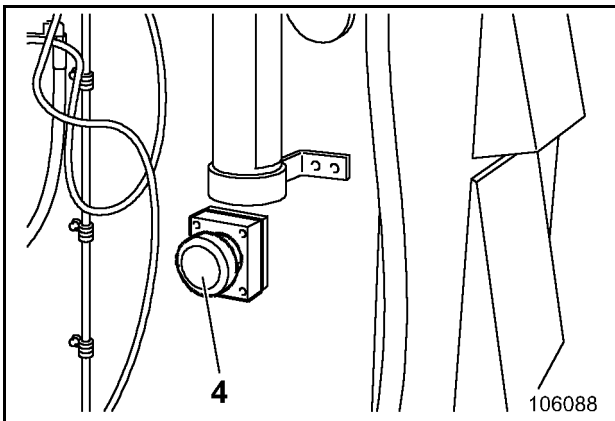

Fig. 3-16:
- ➔ Schalter (4, Fig. 3-16:) auf verriegelt stellen und in dieser Position mit einem Schloß sichern.